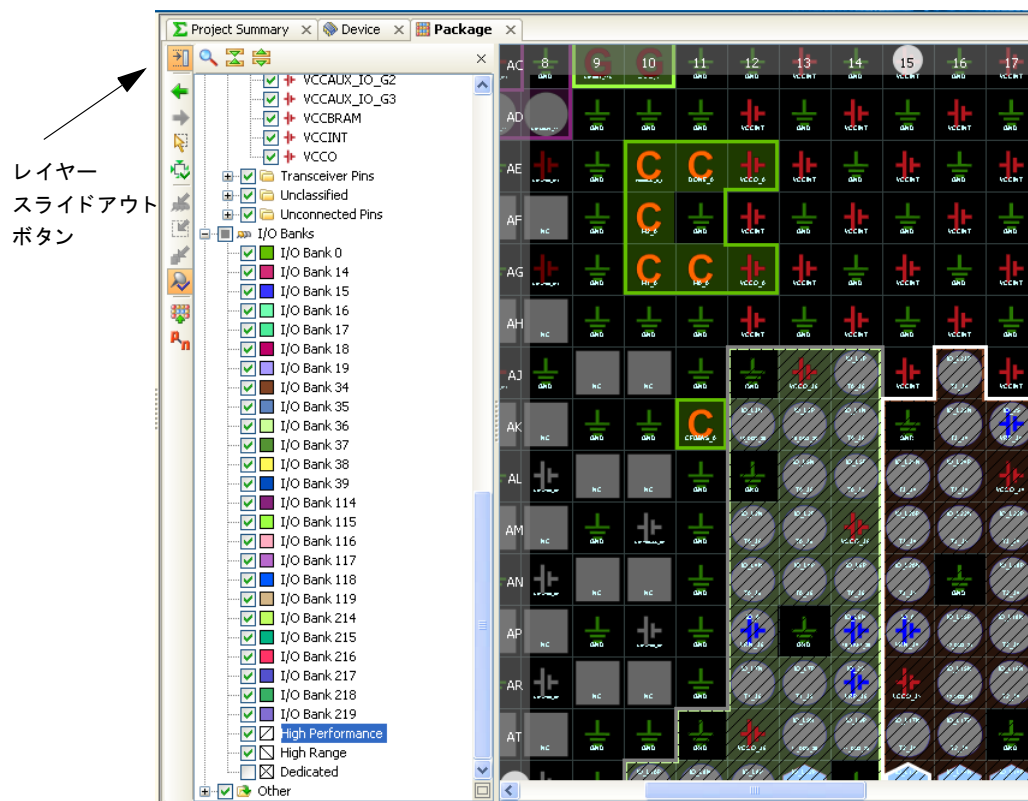

図 4-48 : [Package View Layers] ボタン
- 138 ページの図 4-48 に、ツールバーの [Package View Layers] ボタンとレイヤー スライドアウトを示します。